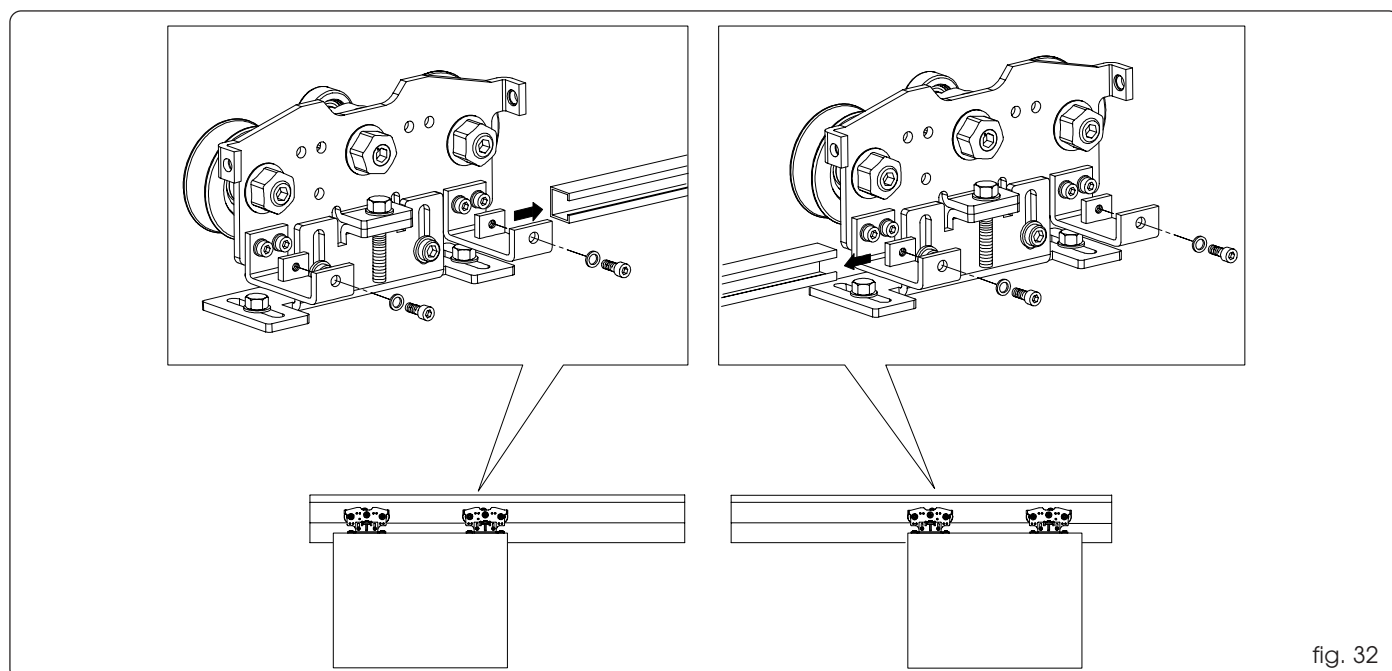

fig. 32
- Portare l'anta nella posizione di apertura (fig. 32).
- Inserire due piastrini con foro filettato all'interno dell'asta di movimentazione (fig. 32).